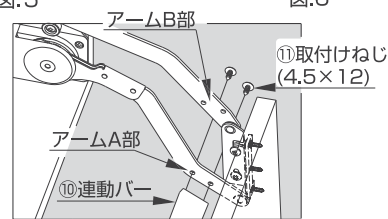

図7
- (1) アームA部の所に、⑩連動バーを⑪取付ねじ(4.5×12)で確実に固定します(図7)。